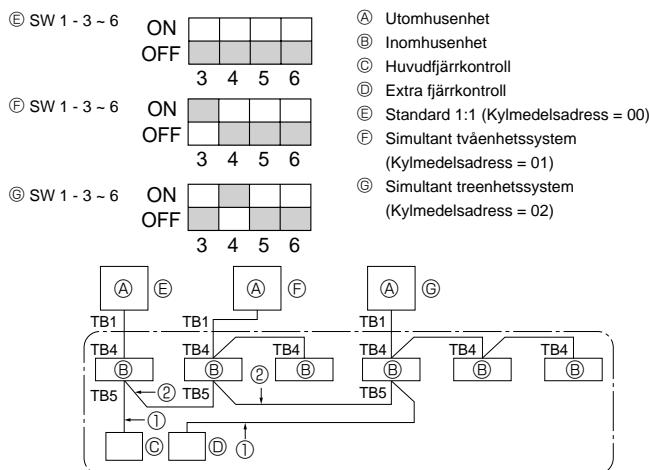

Fig. 10-1
- ① Koppla in spänningen (överspänningsskydd).
- ② När gasstoppsventilen stängts, placera SWP-omkopplaren på utomhusenhetens kontrollkort i läge ON (till). Kompressorn (utomhusenheten) och fläktarna (inomhus- och utomhusenheter) startar och återvinningen av köldmedel påbörjas. LED1 och LED2 på utomhusenhetens kontrollkort tänds.
10. Systemkontroll (Fig. 10-1)